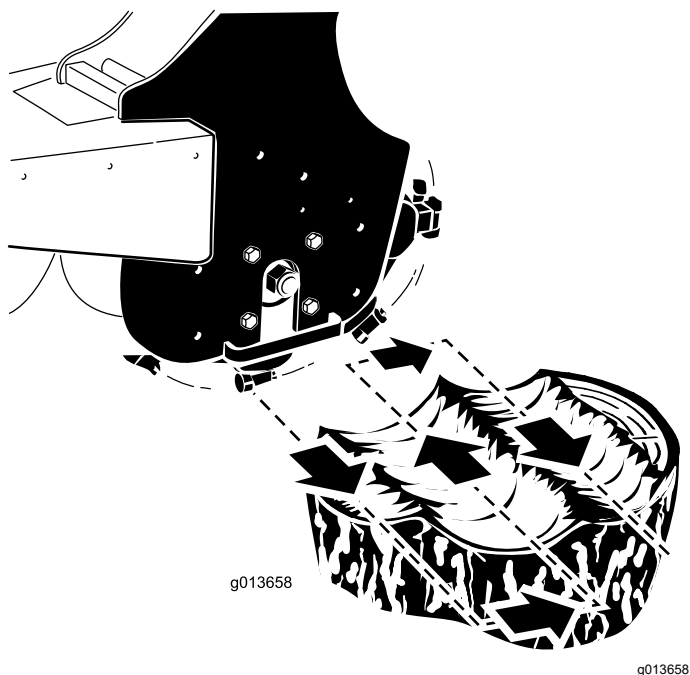

Figura 12
4. Poziționați maina de tocat pe partea stângă i în spatele ciotului (Figura 12).
5. Pivotați maina de tocat înspre dumneavoastră utilizând maneta de înclinare a dispozitivului de ataare, tocând la o adâncime de 0,5 până la 5 cm, în funcție de duritatea lemnului (Figura 12).
6. Pivotați maina de tocat înapoi (Figura 12), coborâți-o cu 0,5 până la 5 cm i repetați pașii de la 4 la 6 până când ai tocat câiva centimetri.
8. Micați maina de tocat la dreapta (Figura 12).